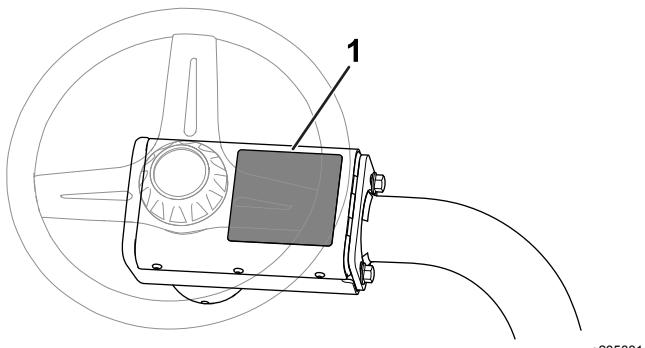

図 16
- CE 警告ステッカー P/N 136-8505を、既存の警告ステッカー P/N 136-8506の上から貼り付ける図 16 を参照。